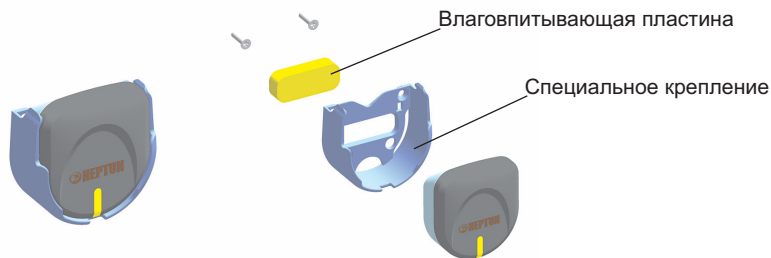

Рис. 10. Установка датчика с дополнительным креплением к стенам, потолку.
- С помощью *специального крепления\**, в которое свободно входит датчик, его можно крепить на стенах, потолке и любой другой поверхности (рис. 10).